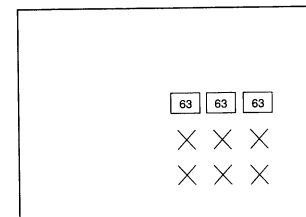

Bild 12
- Stellen Sie den Wert auf dem Bildschirm auf 63, und zwar mit der Lautstärkeregler (+/–) (Bild 12).